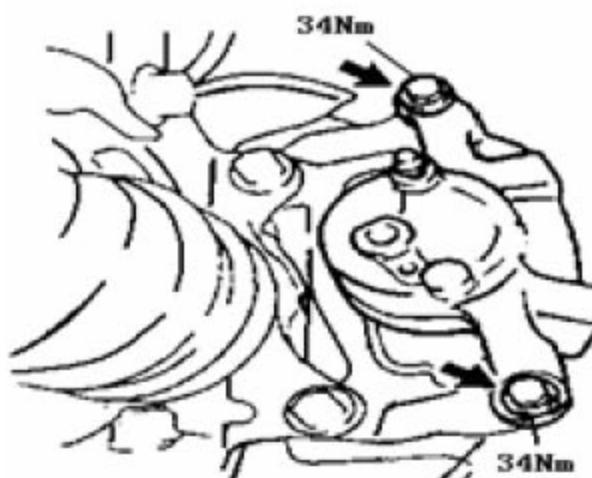

图 3-21+
- A). 用 2 个螺栓安装前盘式制动分泵，如图 3-21 所示。拧紧力矩 :34N·m。